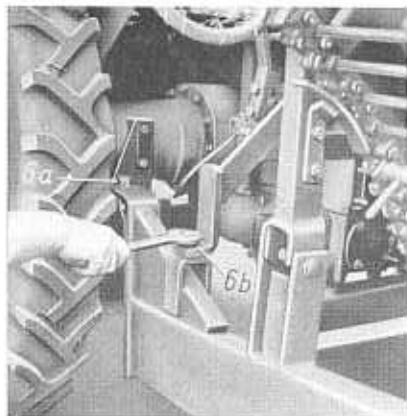

Abb. 6
- a) Holmstümpfe des Gerätes mit den Befestigungswinkeln an der Triebachse (Abb. 6 a)